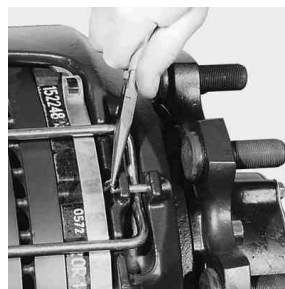

РИС. 15
5. Снимите шплинт и прижим стабилизатора поперечной устойчивости. Вращайте стабилизатор вверх – вниз (Рис. 15 и 16).